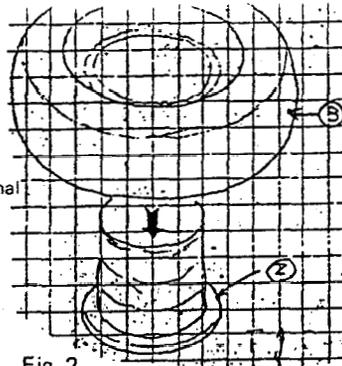

Fig. 2
- 2) Insert side ring ②, then insert tire ③. (Fig. 2)